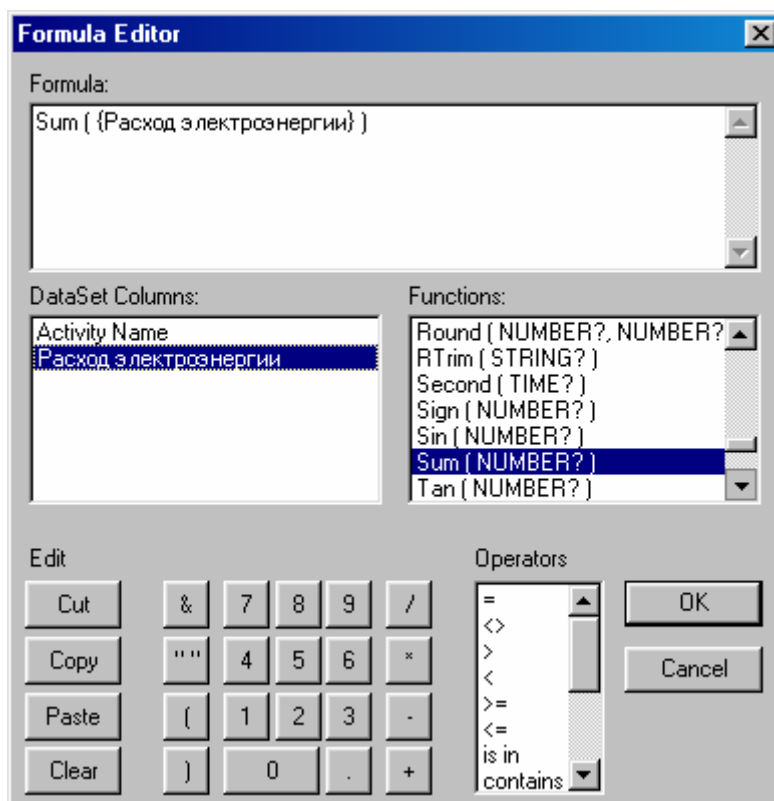

Рисунок 11.14 – Диалоговое окно *Formula Editor*
13. Выберите в меню *Insert/Formula Field*, затем переместите маркер в секцию отчета *Page Footer*, затем щелкните один раз. Появляется диалог *Formula Editor* (рисунок 11.14).